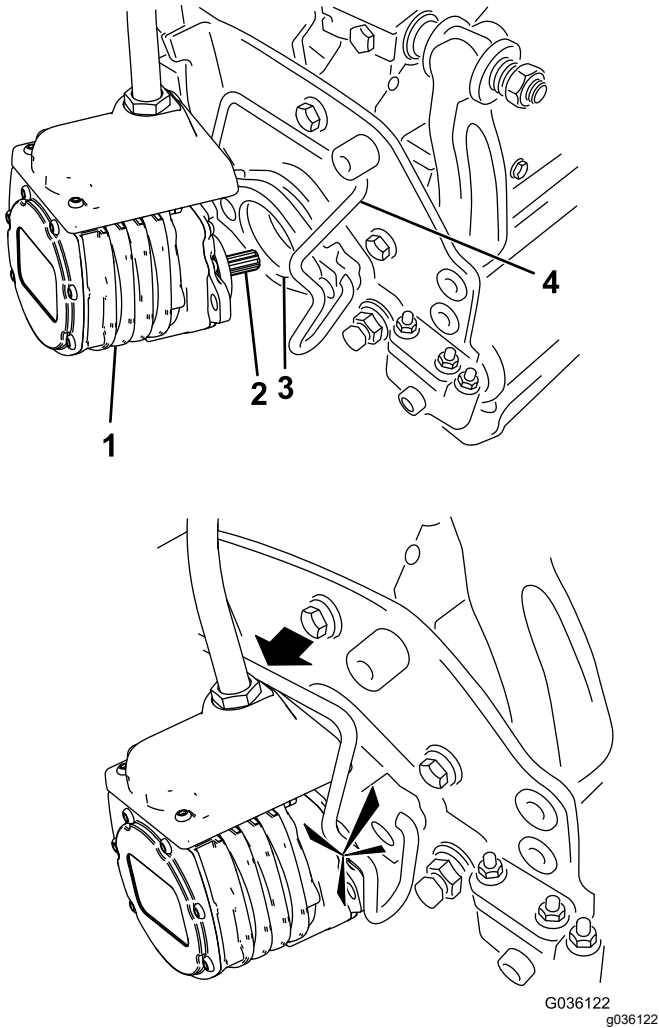

図 53
- カッティングユニット用モータのスプラインシャフトにきれいなグリスを塗りつける 図 53。
- モータを、カッティングユニットの左側運転席から見てに取り付け、カッティングユニットについているモータ固定バーを、モータの上から被せるようにセットし、モータの左右から「カチッ」というロック音が聞こえるまで押し下げる 図 53。